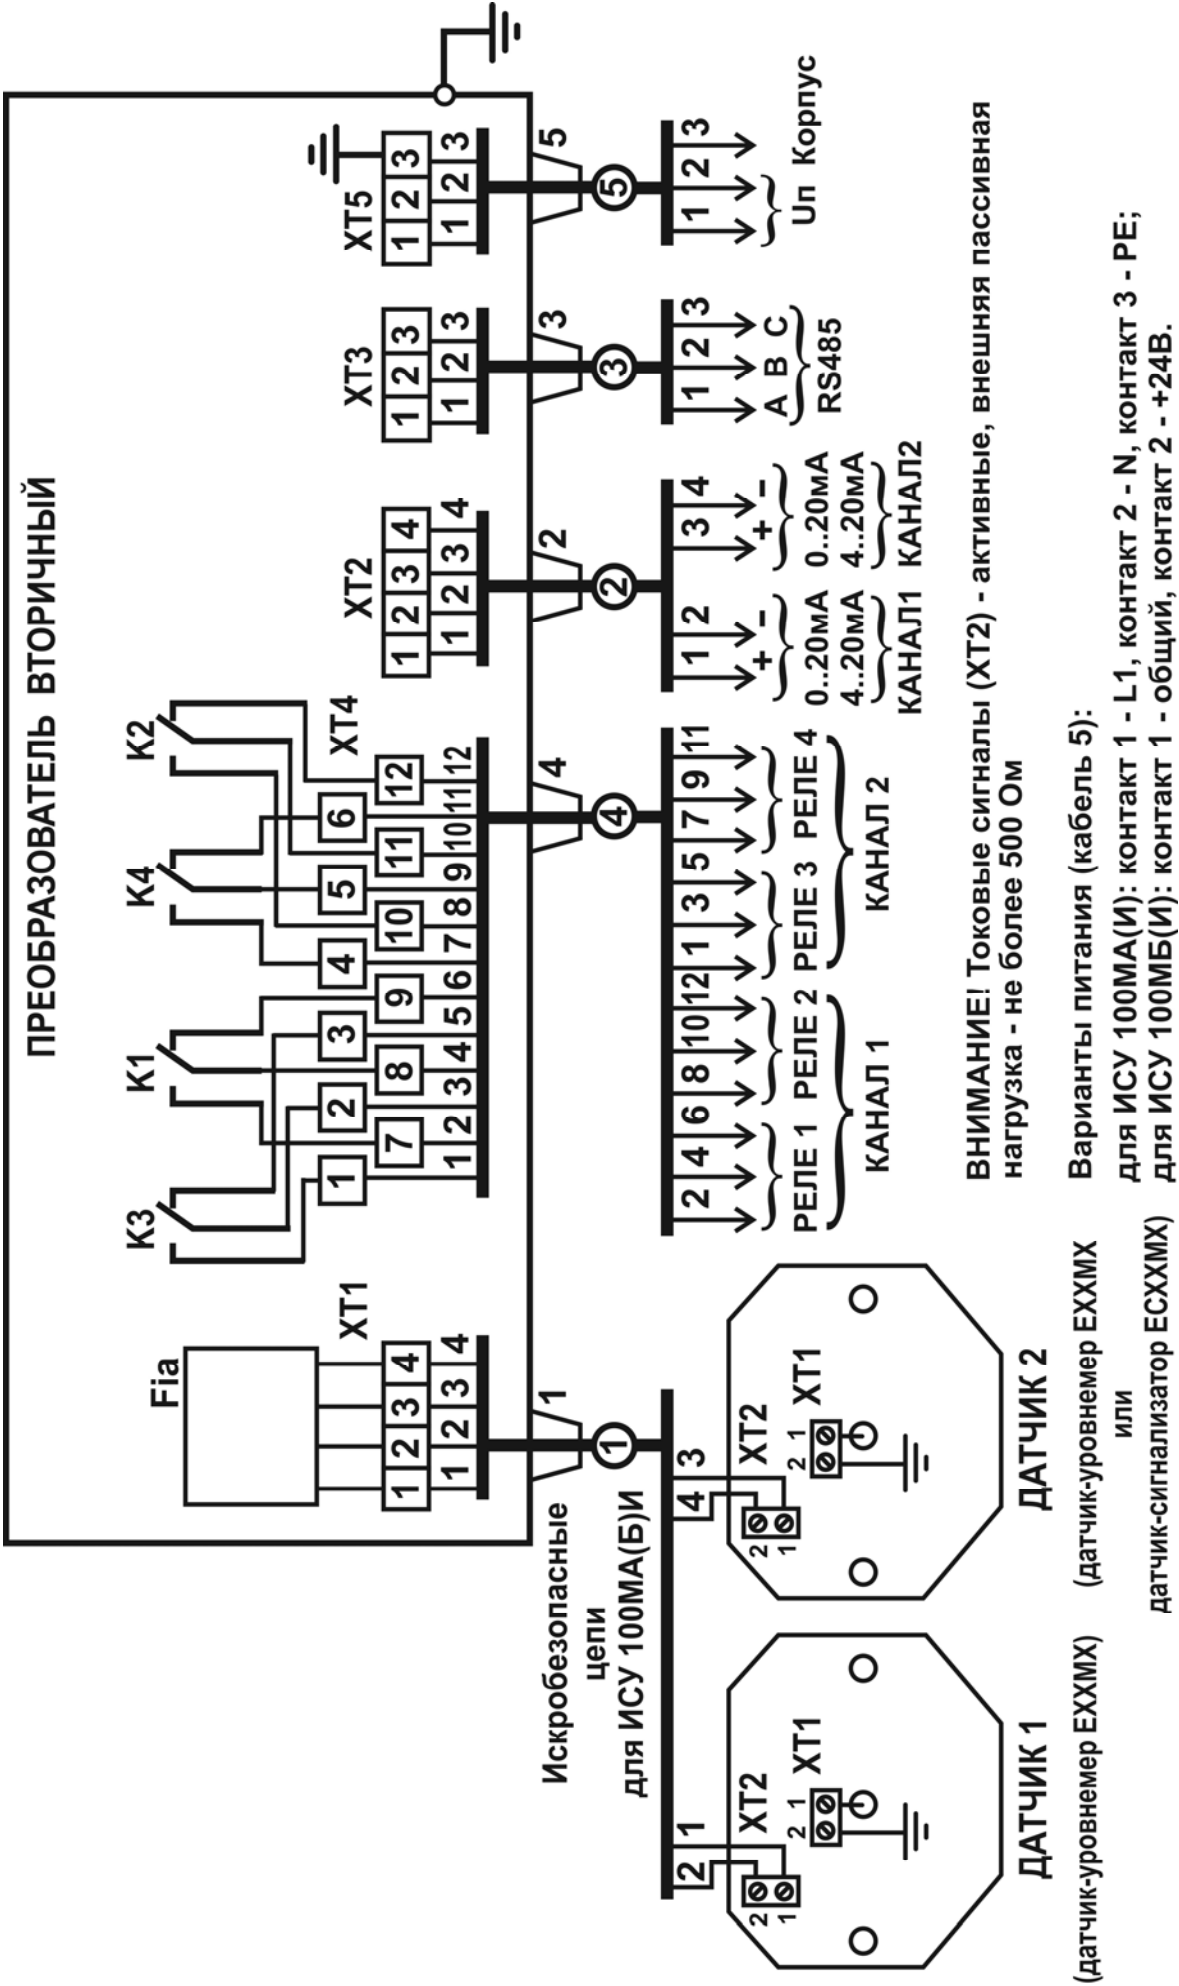

Рисунок 9 – Схема подключения
2.1.9 Электрический монтаж должен выполняться в соответствии со схемой подключения (рисунок 9) проводом или кабелем с медными жилами сечением 0,75 -2 мм².